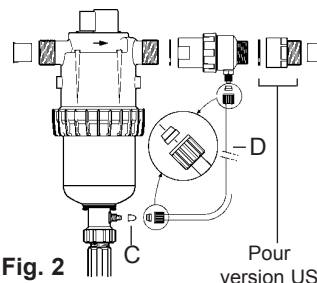

Fig. 2
Pour les modèles Injection Externe (IE) qui permettent de travailler avec certains concentrés corrosifs, le Dosatron est également livré avec une canne d'injection externe (Fig. 2-D).